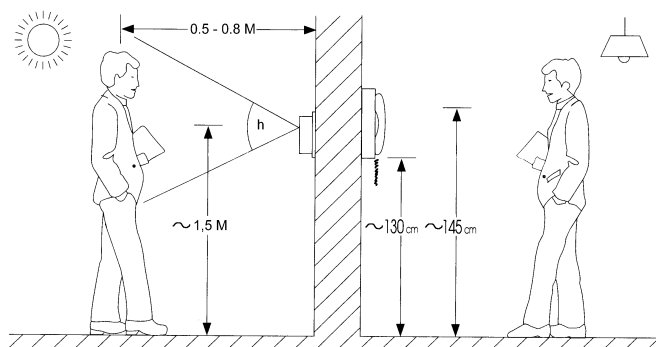

Рис. 3
Установка блока камеры и видеодомофона должна производиться в соответствии с рис. 3.
- Разметьте крепление кронштейна видеодомофона в соответствии с рис. 3;
- Разметьте крепление блока видеокamеры в соответствии с рис. 3, 4 (для блока видеокamеры “HYUNDAI”);
Угол h (см. рис.3) зависит от типа объектива конкретного блока видеокamеры.